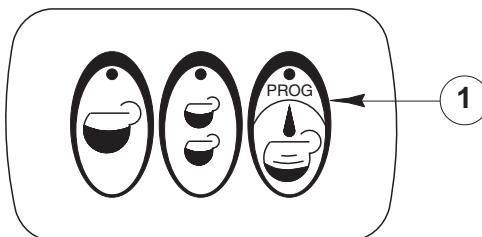

Abb. 2
- 4) Eine der zwei Drucktaste der KaffeeverSORGUNGstastatur (Abb. 2) entsprechend der gewünschten Kaffeedosis drücken.
Die Kaffeemaschine ist schon zur Dauerversorgung voreingestellt: die KaffeeverSORGUNG startet bei Betätigung der Taste "PROG" (Abb. 2; pos. 1) und wird bei neuer Tastebetätigung gestoppt.
Zur Programmierung der einzelnen Dosis wie folgt fortgehen: 5 Sekunden lang die Dauerversorgungstaste (Abb. 2; pos. 1) bis zum LED Aufblinken gedrückt halten. Die gewünschte Kaffeemenge bei Betätigung der entsprechenden Taste wählen (LED Einschaltung), und nach Erhalt der gewünschten Kaffeedosis die Taste wiederum drücken (LED Ausschaltung); die gewünschte Kaffeedosis ist auf dieser Weise korrekt programmiert.
Mehrmais auf die Taste "PROG" (Abb. 2; pos. 1) für die Ausführung BZ02 DE drücken.